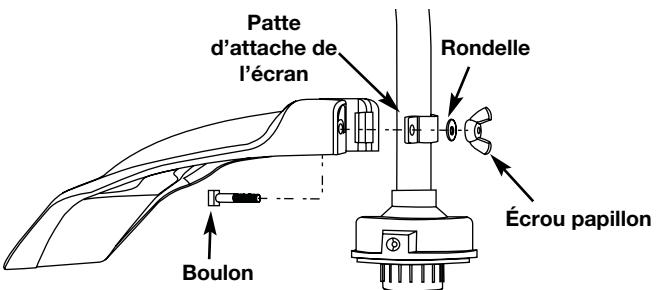

Fig. 18
- De l'intérieur de l'écran de l'accessoire de coupe, poussez le boulon carré dans le trou jusqu'à ce que l'extrémité filetée dépasse de la patte d'attache de l'écran (Fig. 18).